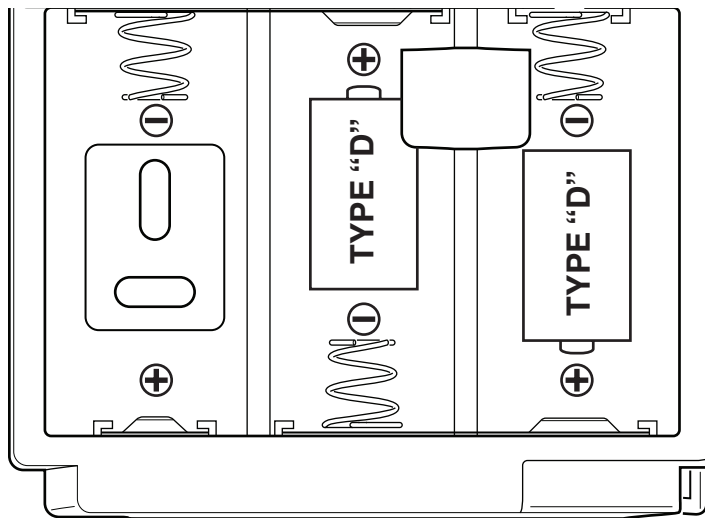

Figure 5
1. Si le carillon n'est pas branché au transformateur, installez 3 piles alcalines « D ». Prenez soin d'orienter les piles correctement (voir la Figure 5).